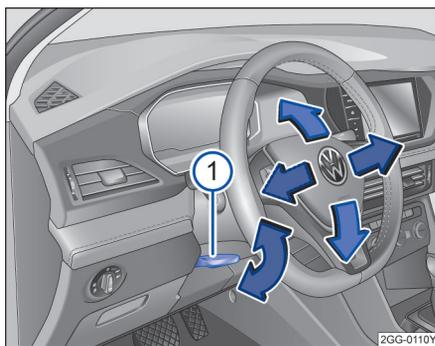

图 63 调节方向盘位置
- 将图示操纵杆 → 图 63① 向下翻转。
- 将操作杆①用力向上推，直到它恢复到锁止位置 →▲。